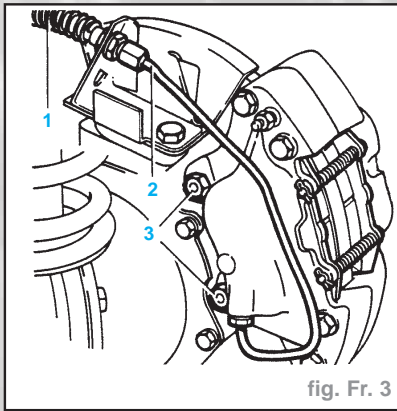

fig. Fr. 3
- Mettre à nu le flexible des freins (1) en repoussant la gaine torsadée de protection (Fig. Fr. 3).
- Débrancher le tuyau de freins (2) au niveau de ce flexible. En obturer les extrémités ainsi ouvertes pour empêcher toute entrée de poussière.
- Desserrer les boulons (3) puis déposer l'étrier (Fig. Fr. 3).